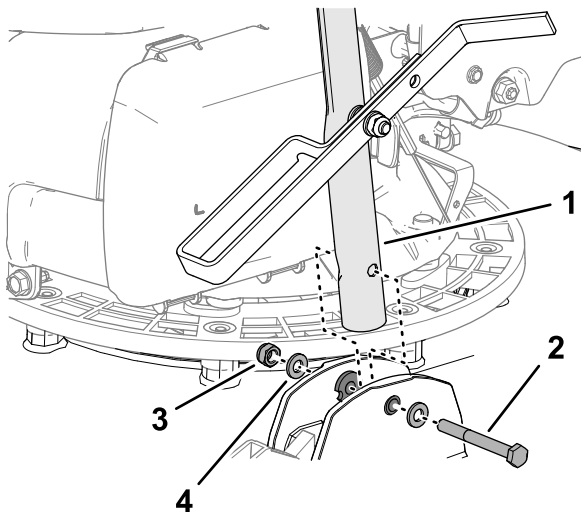

Figura 7
3. Aliniați orificiul din opritorul acionat cu piciorul cu orificiile din buce (Figura 7) și fixați bara de ghidare la mână cu un urub (6 x 55 mm), 2 aibe (6 mm) și o contrapiuliă (6 mm).